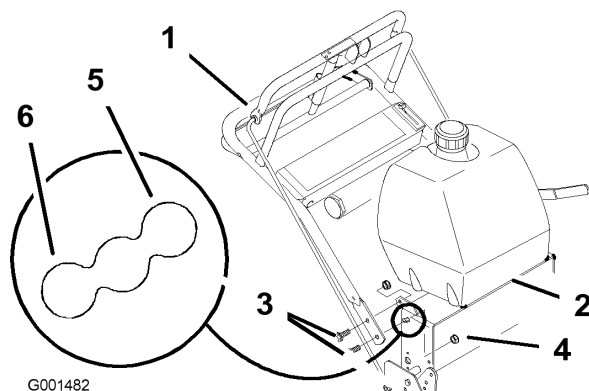

Figura 20
- Afloje los pernos con arandela prensada (3/8 x 1 pulgada) y la tuerca con arandela prensada que sujetan el manillar con el bastidor trasero (Figura 20).
- Quite los pernos inferiores con arandela prensada (3/8 x 1 pulgada) y las tuercas con arandela prensada que sujetan el manillar con el bastidor trasero (Figura 20).